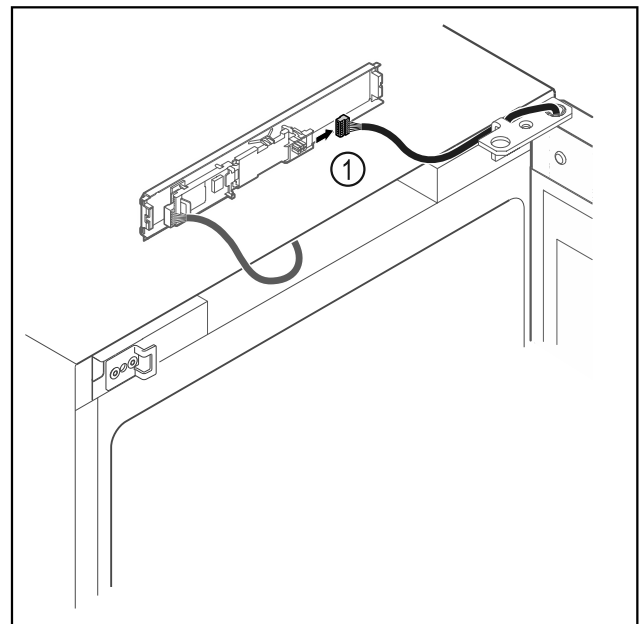

Fig. 16
► Αποσυνδέστε το φισ Fig. 16 (1) από την πλακέτα.